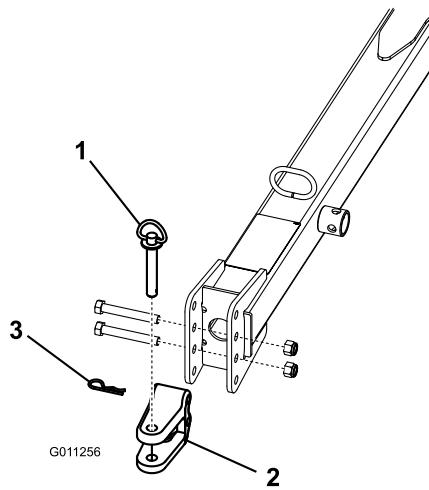

Figure 9
- Enlevez les boulons et les contre-écrous de fixation de la chape d'attelage (Figure 9) à la flèche.